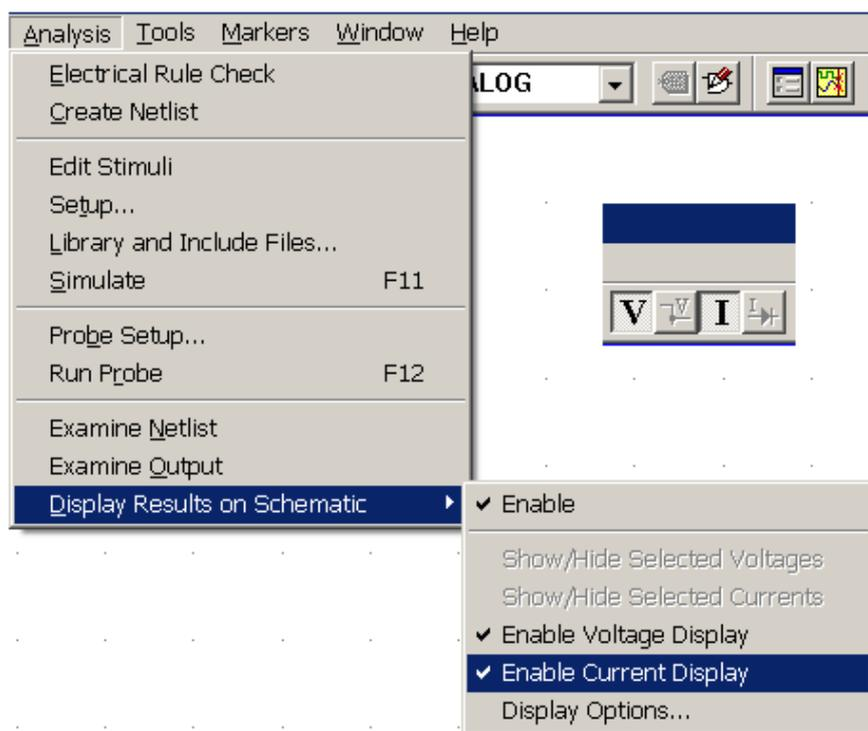

Рисунок 1.3– Управление отображением результатов анализа
1.4.5 Отобразить на схеме результаты анализа по постоянному току – узловые потенциалы и токи компонентов. Управление отображением – через меню **Analysis > Examine Netlist** и с помощью пиктограмм панели инструментов (рис. 1.3).